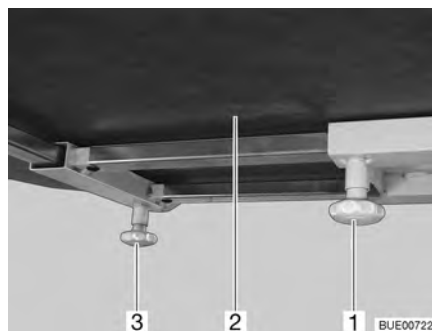

Bild 90 Fast bord
- Lossa den räfflade skruven (Bild 90,1).
- Förskjut bordsskivan (Bild 90,2) till önskad position.
- Lossa den räfflade skruven (Bild 90,3).